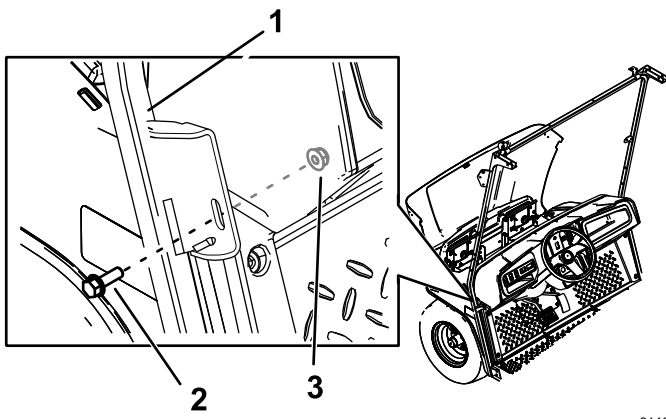

Figura 31
3. Prenda o suporte do meio dos suportes do limpador para-brisas esquerdo e direito à máquina utilizando 2 parafusos flangeados sextavados (5/16 x 1 pol.) e 2 porcas (5/16 pol.) nos furos que realizou (Figura 31).